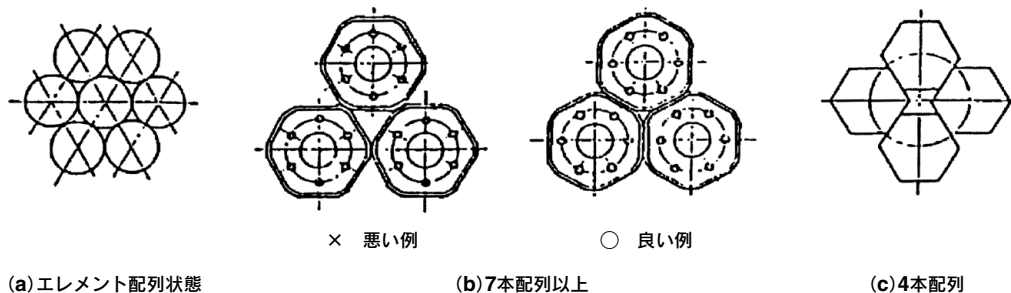

図3
④Element取付金具は(図3)の(b) (c)で示すような方法で取込んでください。
注 図3(b)(c)に示すのは図4のElement取付金具(スプリング、フレ止め、Elementホルダ)の配列状態を示す。